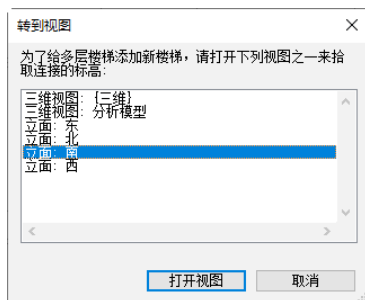

图 12-65 “转到视图”对话框
(11) 单击“修改|楼梯”选项卡“多层楼梯”面板中的“连接高度”按钮, 打开“转到视图”对话框, 选择“立面: 南”视图, 如图 12-65 所示, 单击“打开视图”按钮, 切换到南立面视图, 如图 12-66 所示。